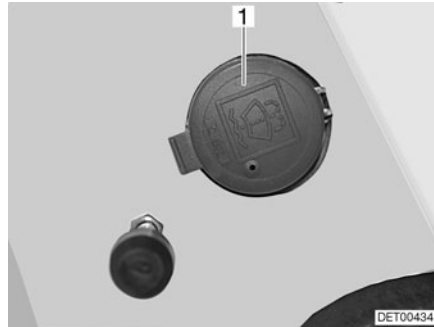

Fig. 23 Tubo de llenado depósito de agua para lavar
- Quitar la tapa (Fig. 23,1) del tubo de llenado del depósito de agua para lavar.